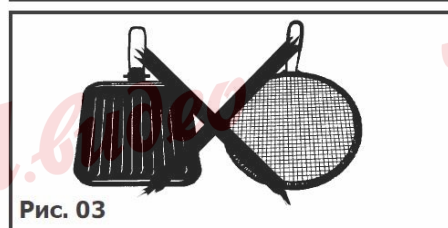

Рис. 03
В существующей системе можно использовать мягкую трубу с хомутами со сроком службы пять лет. В этом случае необходимо использовать переходник, установив уплотнитель между переходником и коленом. (Рис. 03).
- поворачивайте ключ по часовой стрелке до тех пор, пока линия не появится с другой стороны (рис. 03);
Не используйте посуду, которая частично закрывает ручки (рис. 03).